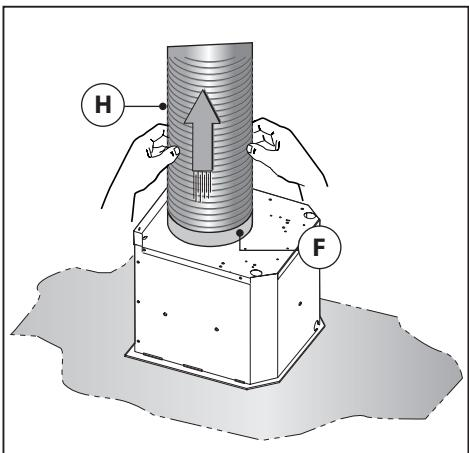

Fig.8
• Versione aspirante: fissare il tubo di evacuazione aria **H** (non in dotazione) sulla flangia di raccordo **F** (Fig.8). Fissare il tubo flessibile al foro di evacuazione aria predisposto (Fig.12).
-Fissare il tubo di evacuazione aria **H** (non in dotazione) sulla flangia di raccordo **F** (Fig.8).